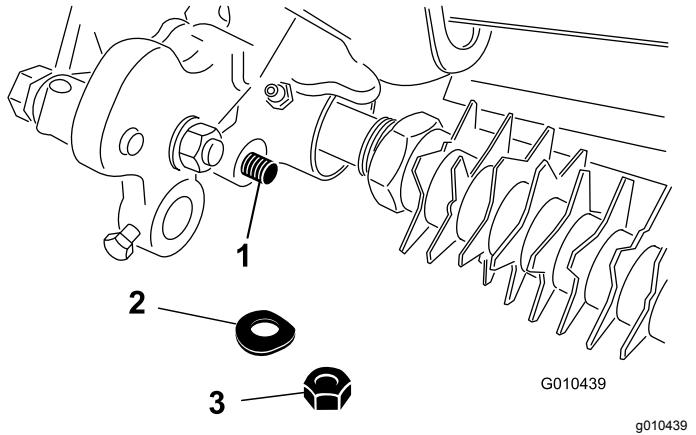

Figura 28
3. Rimuovete il dado di bloccaggio e la rondella Belleville che fissano l'estremità dell'asta del gruppo braccio dell'altezza di taglio al gruppo di trasmissione del groomer (Figura 28).